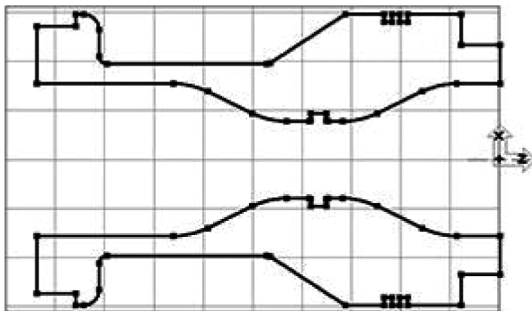

图 6-80 原始视图
3) 切换到原始视图 (Ctrl + H 组合键), 如图 6-80 所示。这将使得加工平面 ZX 平面—主轴 2 定位到正面。